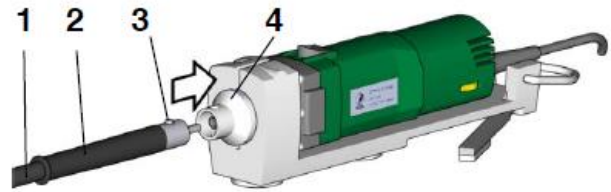

Abb. 3 Anschluss Vierkantwelle
Auf der Motoranschlussseite der biegsamen Welle (1) kann die Wellenseele aus dem Schutzschlauch (2) gleiten. Deshalb ist diese Seite zuerst anzuschließen. Der Sperrfederknopf (3) muss in die Bohrung der Hülse am Antrieb (4) einrasten (siehe Abb. 3).